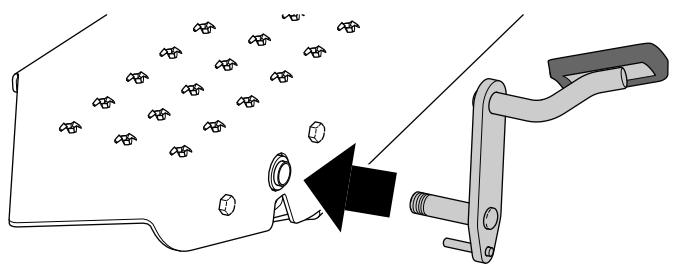

Рисунок 18
4. Совместите педаль блокировки с левой подножкой и отверстиями в ступице в сборе (Рисунок 18).
5. Вставьте поворотный шкворень педали блокировки через отверстие левой подножки и через ступицу в сборе (Рисунок 18).